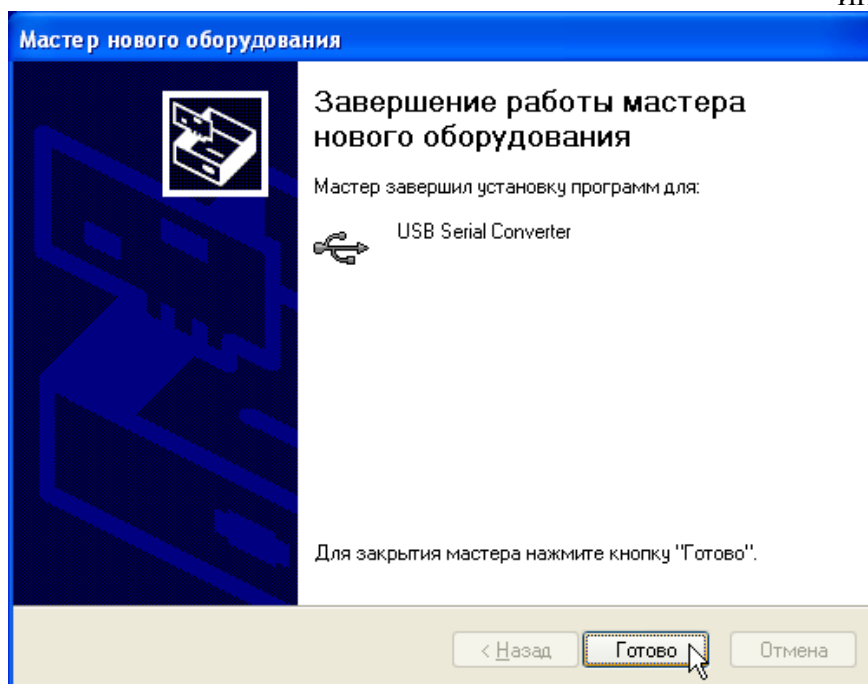

Рис.4. Окно "Завершение работы мастера нового оборудования".
2.6. Нажать кнопку **"Далее"**. После установки драйвера появится окно завершения работы мастера нового оборудования (рис.4).